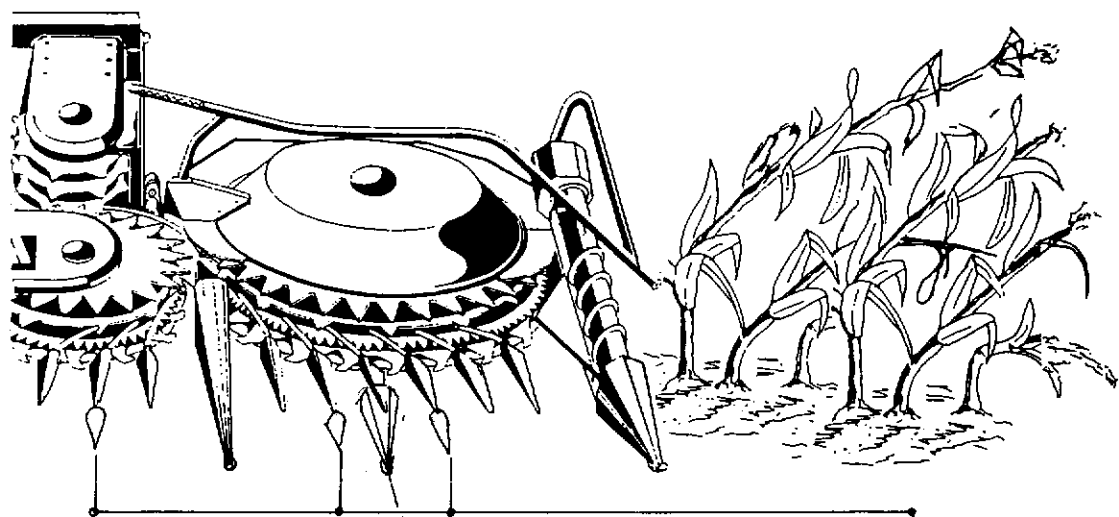

Fig.78-1
- E Bei Lagergut können zusätzlich 6 starre Stengelheberspitzen 200, Best. Nr. 69196 eingesetzt werden. siehe Seite 38, Fig. 78-1, Pos. 200.